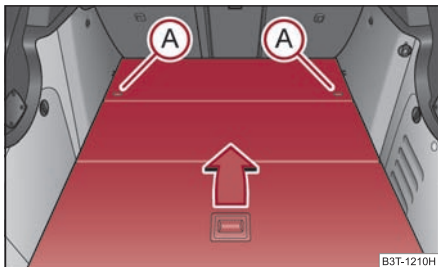

Fig. 96 Coffre à bagages: Dépose du plancher de chargement variable
- Déverrouillez le plancher de chargement ⇒ fig. 96 en faisant tourner les oeilletons de fixation (A) de 90° env. vers la gauche.